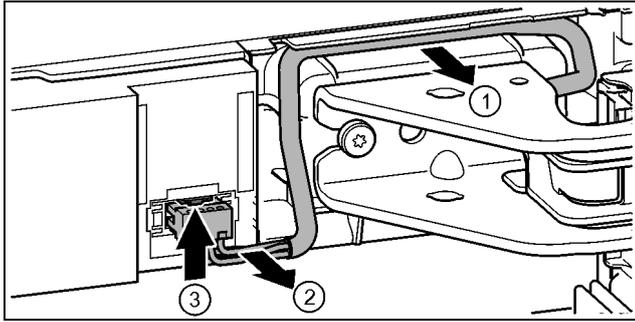

Fig. 18
- ▶ Facendo attenzione staccare dalla guida il cavo sopra il blocco di supporto. Fig. 18 (1)
- ▶ Facendo attenzione tirare i fili del cavo dal canale. Fig. 18 (2)
- ▶ Spingere la linguetta verso l'alto ed estrarre con attenzione la spina. Fig. 18 (3)